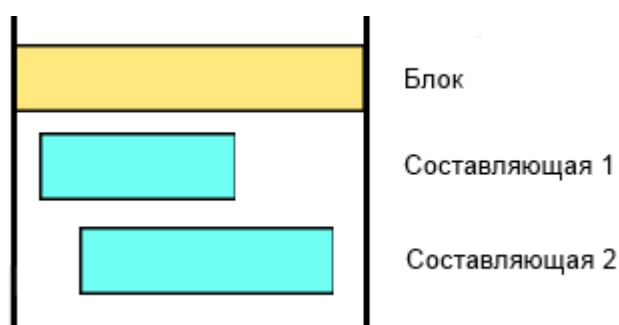

Рисунок 13.60 – Заявки на блок и составляющие блока, сроки ремонтов которых находятся в пределах срока ремонта блока
- сроки ремонтов составляющих находятся в пределах (внутри) срока ремонта блока. При этом вся совокупность заявок учитывается в разделе «Энергоблоки» как один останов блока, продолжительность простоя определяется по общему правилу по заявке на блок (Рисунок 13.60);